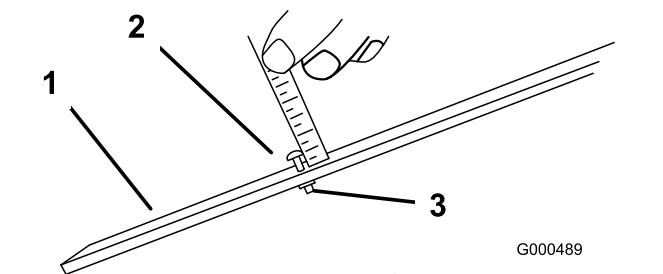

Figura 50
- Allentate il dado sulla barra di misura (Figura 50) e posizionate la vite di regolazione all'altezza di taglio opportuna. La distanza tra l'estremità inferiore della testa della vite e la parte frontale della barra corrisponde all'altezza di taglio.